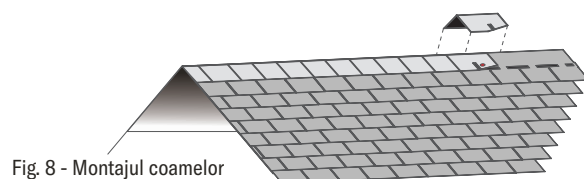

Fig. 8 - Montajul coamelor
- Înainte de montaj se îndepărtează folia de protecție de pe spatele plăcilor și se îndoaie pentru a se așeza pe linia coamei conform Fig. 8. Dacă este necesar, plăcile se preîncalzesc pe spate pentru o mai bună prelucrare. Suprafața expusă a unei bucăți de coamă este de 14 cm.